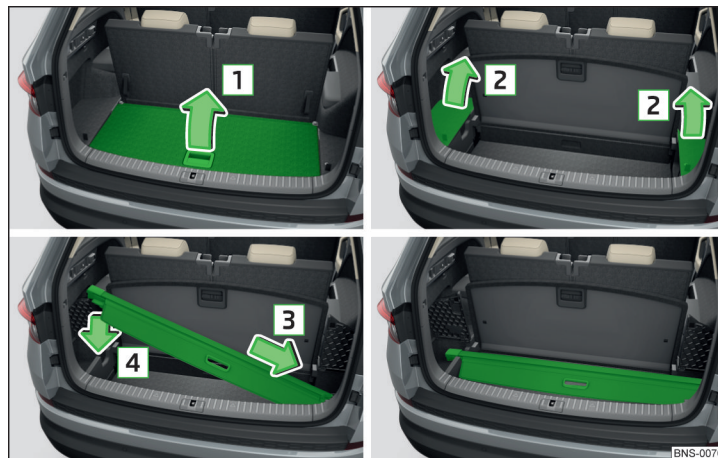

Abb. 150 **Aufrollbare Abdeckung verstauen**
- › Den variablen Ladeboden in Pfeilrichtung **1** anheben und in die seitlichen Vertiefungen einschieben » Abb. 150.